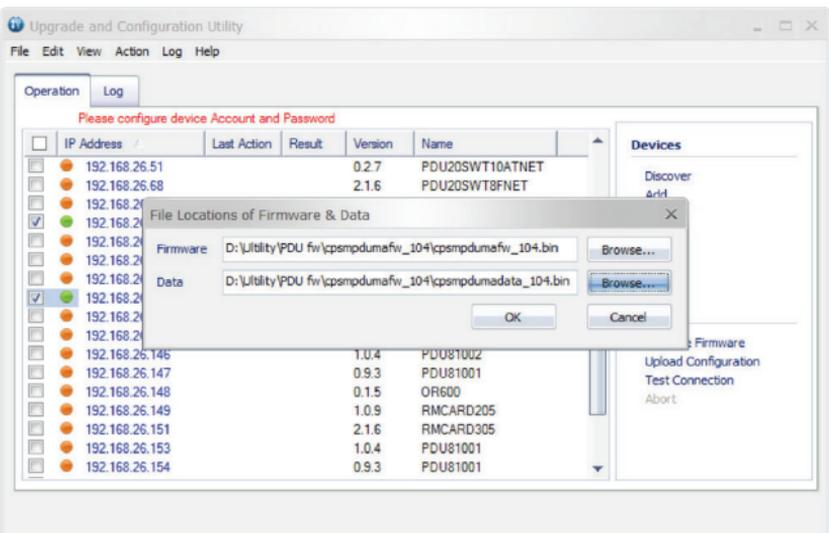

Figure 4
7. Cliquez sur **Browse** (Parcourir) pour localiser et sélectionner le micrologiciel et le fichier de données à mettre à jour (Figure 4).